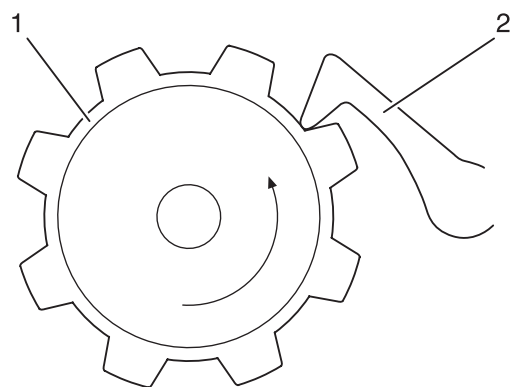

Рис. 8
- Блок кулачков 1 поворачивайте в направлении стрелки до тех пор, пока палец щупа 2 не окажется точно в начальной точке восходящей кривой кулачка (рис. 8).